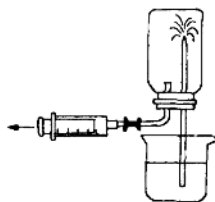

图 4
2. 医用注射器作喷泉实验的减压器，饮料瓶作反应器。（如图 4 所示）